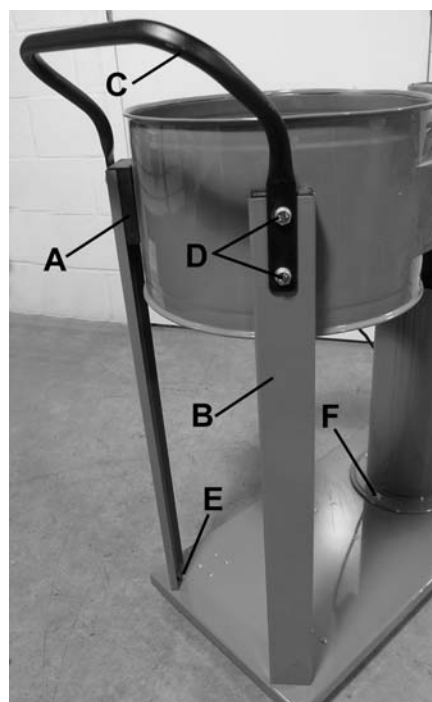

FIGURE 5
4. Maintenant vous devez installer les blocs (A) Fig.5, 2 jambes de support (B) et poignée de transport (C) au boîtier. Placez un bloc, une jambe et un bout de la poignée de transport contre le boîtier et fixez en place en utilisant 2 boulons hexagonales, rondelles (D) et écrous hexagonales (non illustrées). Répétez pour la deuxième jambe de support.
5. Maintenant vous devez installer l'assemblé du moteur et du boîtier à la base. Alignez les marques de la colonne avec ceux de la base et sécurisez avec 4 boulons hex. et rondelles (F). Alignez les marques des jambe de support avec ceux de la base et sécurisez avec 2 boulons hex. et rondelles (E).